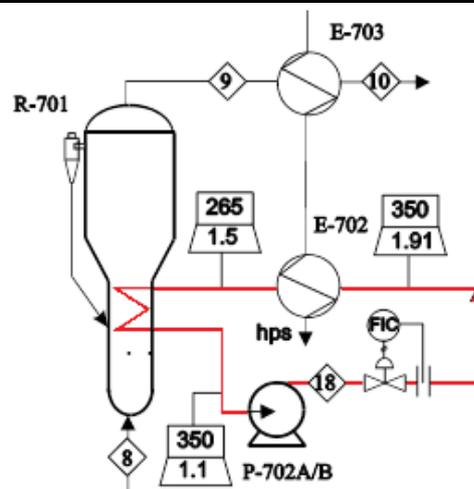
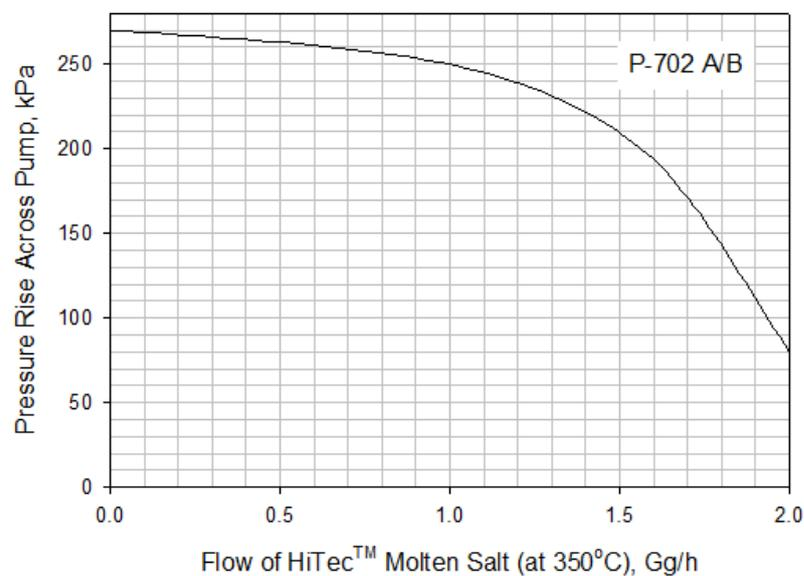

Figura 12. Diagrama de flujo de proceso de lazo de remoción de calor.
Figura 13. Curva de bomba de lazo de remoción de calor.
9. Considere el lazo de sal fundida para la eliminación del calor de reacción en la producción de anhídrido ftálico, cuya sección del reactor con el sistema de enfriamiento se muestra en la Figura 12. Para el flujo de salmuera se utiliza P-702 (tiene un suplente) cuya curva de performance se muestra en la Figura 13. En la coraza del intercambiador E-702 se produce vapor de alta presión a 254 °C a partir de bfw. El reactor opera a 360 °C. La resistencia controlante está del lado donde ocurre la reacción. En la Tabla 4 se presenta información de corrientes vinculadas al lazo de remoción de calor.